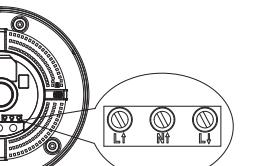

Figura 2
- Haga pasar el cable de alimentación a través del orificio situado en la parte inferior y, a continuación, concéntelo a la columna de conexión de acuerdo con el diagrama de conexión de cables. Coloque la lámpara con sensor en la posición deseada y fíjela con los tornillos de fijación. (Consulte la figura 2).